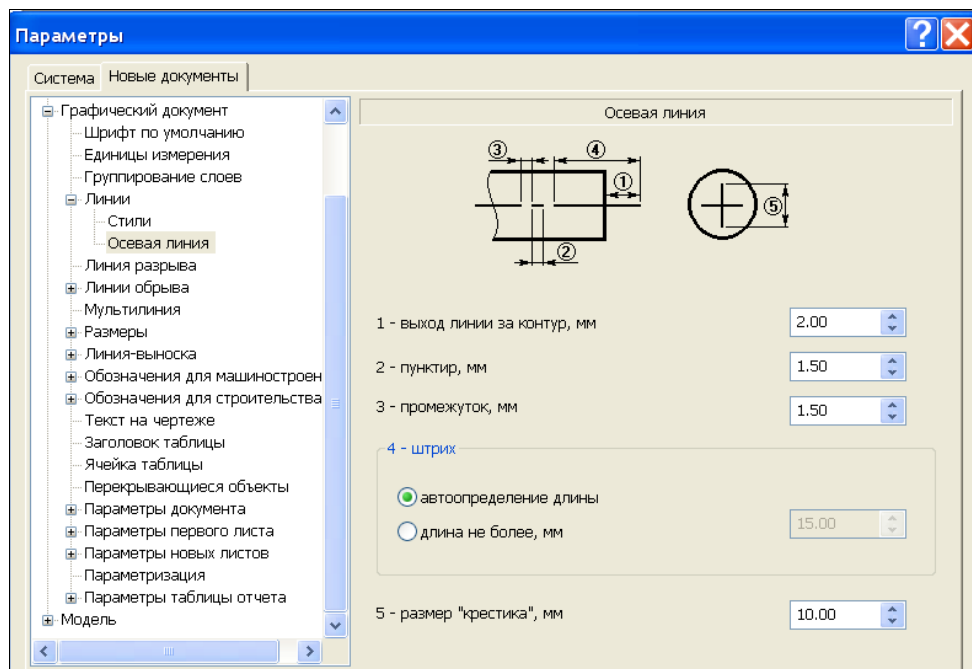

Рис. 15.19. Диалоговое окно **Параметры** с открытой панелью **Осевая линия**
- ◆ щелкните ЛК мыши по пункту **Осевая линия**. В правой части раскроется панель **Осевая линия** (рис. 15.19). С помощью этой панели можно изменить параметры отрисовки осевой линии и обозначение центра в соответствии с поясняющими рисунками в полях: